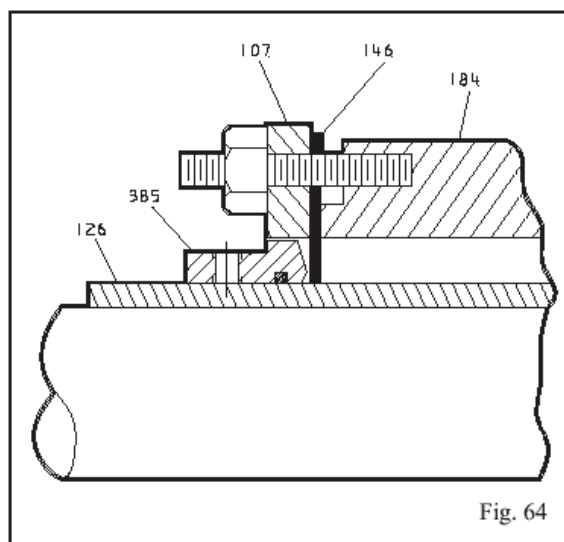

Fig. 64
- 1、对轴套腔壁 (126) 和轴 (122) 施加足够的抗磨损化合物 (Loctite“抗卡镍”)。安装轴套。
- 2、O 型环放进随动件 (385) 内圈的凹槽中，并把组件推到轴套的背面 (图 64)。
- 3、通过随动件 (385) 放上压盖板，并使通过轴套的隔膜 (146) 面对它的位置 (图 64)。
- 8、隔膜 (146) 套进压盖柱螺栓 (353) 面对填料函 (图 64)。
- 9、压盖板 (107) 套进压盖柱螺栓 (353)，面对隔膜 (146)。拧上压盖螺帽 (355)，并用交叉的方式均匀地拧紧螺栓 (图 64)。
- 10、安装好叶轮并调整好间隙以后，通过压盖 (107) 推动随动件 (385)，直至碰到与压盖暴露面对中的密封 (图 64)。